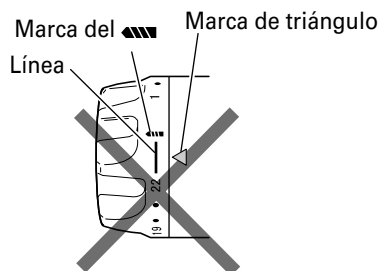

Fig. 11
6. Cambie la velocidad de rotación de la función selectora de modo (Fig. 11).
- (1) Cuando utilice esta unidad como destornillador, alinee uno de los números "1, 3, 5 ... 22" del dial del embrague, o los puntos, con la marca de triángulo del cuerpo exterior.
- (2) Cuando utilice esta unidad como taladro, alinee la marca de taladro "▲" del dial del embrague con la marca de triángulo del cuerpo exterior.
- Evite usar la unidad con el número del dial del embrague entre "22" y la línea provista en el medio de la marca del taladro "▲". Si lo hiciese, se podrían producir daños (Consulte la Fig. 11).